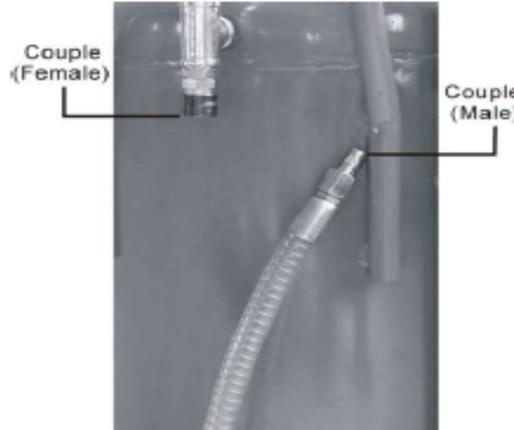

Fig. 4
5. Разъедините соединения как на Fig.4
6. Подсоедините шланг (разъединенный в пункте 2) с разъемом папа – male(на Fig.4)
8. Подсоедините подводку сжатого воздуха папа-male. к разъему мама – female (на Fig.4).
11. Отсоедините шланг с разъемом папа-male (на Fig.4)
12. Подсоедините соединения как на рисунке Fig.4.
3. Перед отсоединением шланга папа - male(на Fig.4), убедитесь что никакого давления нет в баке.